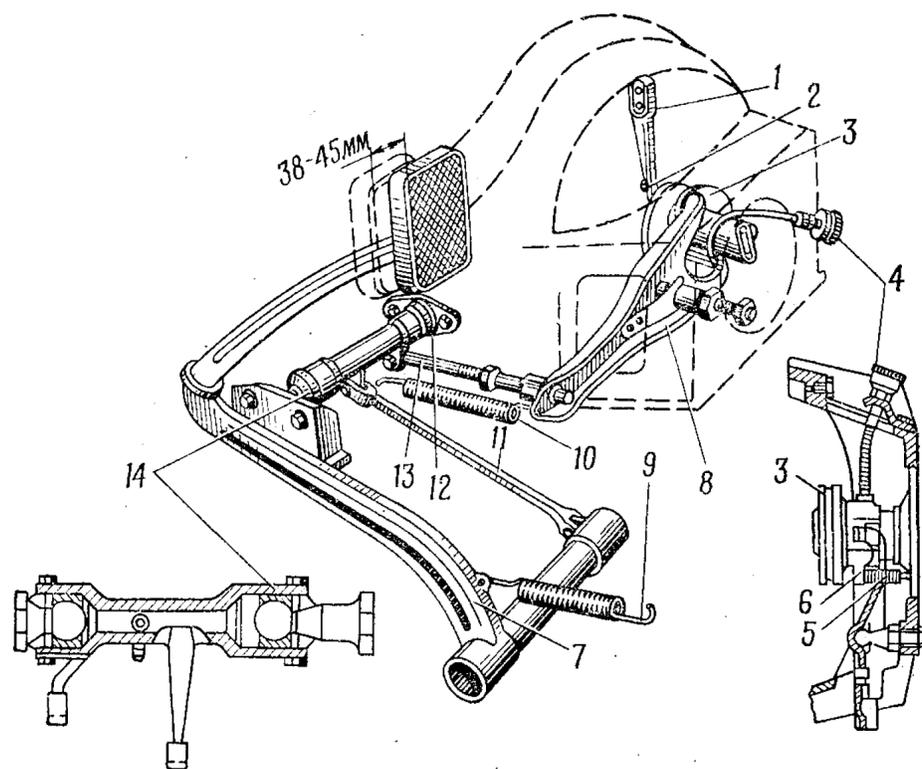

Рис. 28. Привод выключения сцепления:
снять скобу оттяжной пружины 10 (рис. 28) вилки выключения сцепления и нижнюю часть картера сцепления
11. Установить на место нижнюю часть картера сцепления, вернуть болты с пружинными шайбами, предварительно надев на один из болтов скобу оттяжной пружины 10 (рис. 28)
<p style="text-align: center;">Снятие коробки передач</p> <p>1. Установить упоры под передние и задние колеса автомобиля</p> <p>2. Вывернуть пробки маслосливного и маслосливного отверстий картера коробки передач, слить масло, вернуть пробки</p> <p>3. Отъединить от вилки 8 (рис. 28) подшипника выключения сцепления оттяжную пружину 10 и толкатель 13</p> <p>4. Вывернуть болты крепления чехла вилки подшипника выключения сцепления и снять вилку вместе с чехлом</p> <p>5. Вывернуть масленку 4 подшипника выключения сцепления в сборе и снять шайбу</p> <p>6. Вывернуть болты с шайбами крепления сетки бокового люка картера сцепления, снять сетку бокового люка и кронштейн масленки</p> <p>7. Отвернуть рукоятку рычага коробки передач, развязать уплотнительный чехол рычага ручного тормоза, вывернуть болты с шайбами крепления верхней панели кожуха пола (над коробкой передач), снять панель. Навернуть рукоятку на рычаг коробки передач</p> <p>8. Вывернуть болты с шайбами крепления сектора ручного тормоза к коробке передач и опустить сектор с рычагом привода ручного тормоза вниз</p>	<p>Упоры (4 шт.)</p> <p>Ключ 19—22; посуда для масла</p> <p>Плоскогубцы 150</p> <p>Ключ 10—12; отвертка В 175×0,7</p> <p>Ключи 12—14, 10—12</p> <p>Ключ 10—12</p> <p>Ключ 8—10</p> <p>Ключ 12—14</p>
<p>19. Подать коробку передач под шасси автомобиля. Удерживая за рычаг 9, поднять коробку и установить на шпильки картера сцепления (выполняют два человека). При установке коробки передач хвостовик первичного вала коробки должен войти в шлицы ступицы ведомого диска сцепления свободно под усилием руки</p> <p>20. Установить на шпильки пружинные шайбы, навернуть и затянуть гайки крепления коробки передач</p> <p>21. Совместить отверстия сектора ручного тормоза с отверстиями в картере коробки передач, ввернуть и затянуть болты с пружинными шайбами</p> <p>22. Установить на фланец промежуточного карданного вала прокладку. Совместить отверстия фланца кардана с отверстиями фланца вторичного вала коробки передач, вставить болты, навернуть гайки с пружинными шайбами и затянуть. Болты крепления устанавливаются со стороны фланца вилки карданного вала</p> <p>23. Выполнить переход 22 для второго конца вала</p> <p>24. Отвернуть рукоятку 7 рычага 9 переключения передач, установить верхнюю панель кожуха пола (над коробкой передач), ввернуть и затянуть болты с пружинными шайбами, навернуть рукоятку 7 на рычаг 9, завязать уплотнительный чехол рычага ручного тормоза</p> <p>25. Вставить через окно картера сцепления вилку 8 (рис. 28) подшипника выключения сцепления в сборе, ввернуть болты с пружинными шайбами крепления чехла вилки и затянуть, присоединить к вилке толкатель 13</p> <p>26. Подсоединить оттяжную пружину 10 к вилке 8 подшипника выключения сцепления</p>	<p>—</p> <p>Ключ 19—22</p> <p>Ключ 12—14</p> <p>Ключи 14—17, 17—19</p> <p>Ключ 8—10</p> <p>Ключ 10—12</p> <p>Плоскогубцы 150</p>